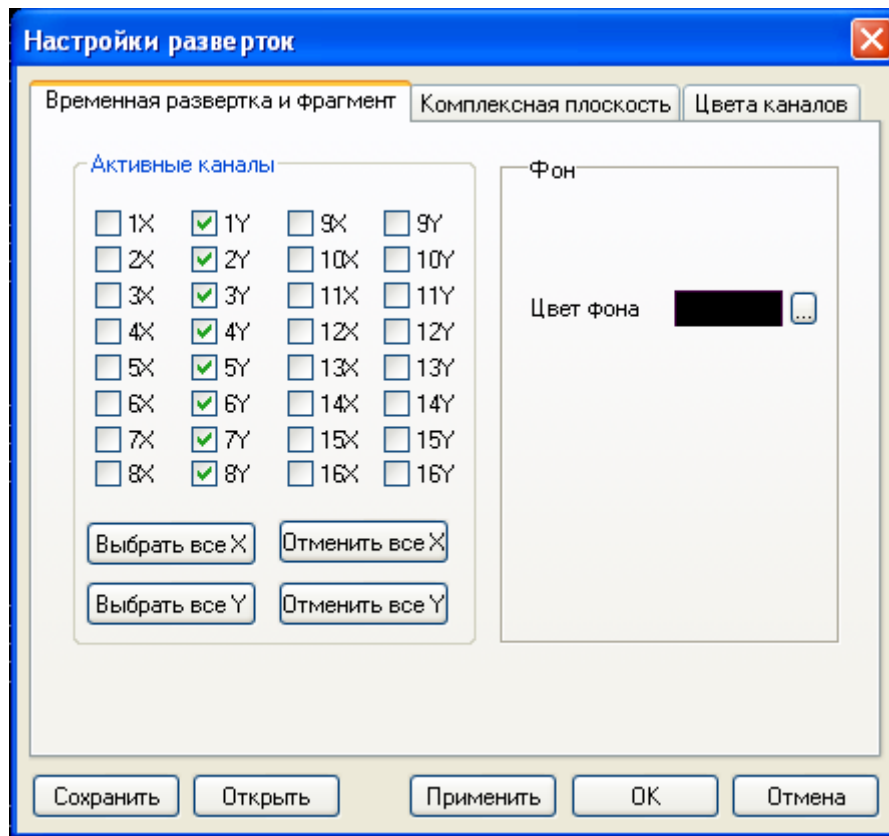

Рис.14
5.3.3.1. **Временная развертка и фрагмент** (рис.14)